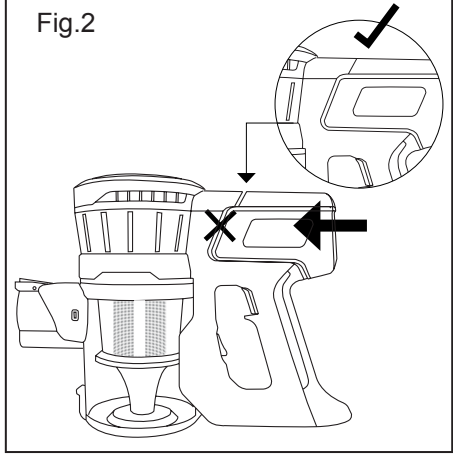

Fig.3
- Acoplar el tubo a la entrada aire del aspirador y la zapata al final del tubo de extensión (E).
- Para desacoplar el tubo de extensión del aspirador, presione botón de liberación de los accesorios (L) y estire hacia fuera. (Fig. 3).